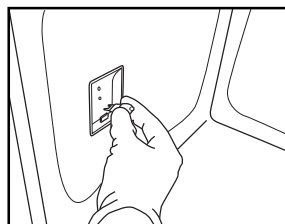

Fig. 8
4. Vervang het lampje (zie de opmerking hieronder voor het type lampje) (fig. 8).